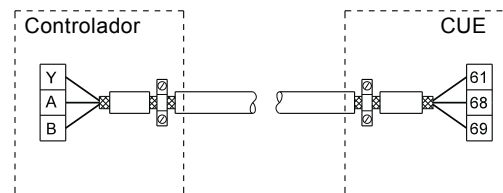
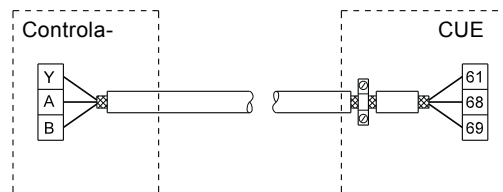

Fig. 10 Ejemplo de conexión de un cable de bus trifilar con el blindaje conectado a ambos extremos
Fig. 11 Ejemplo de conexión de un cable de bus trifilar con el blindaje conectado al variador de frecuencia CUE (controlador sin abrazaderas para cables)
- Conecte a masa ambos extremos del blindaje de los cables de señal y de motor. Consulte la fig. 10. Si el controlador no tiene abrazaderas para cables, conecte solo el blindaje al gabinete del variador de frecuencia CUE. Consulte la fig. 11.